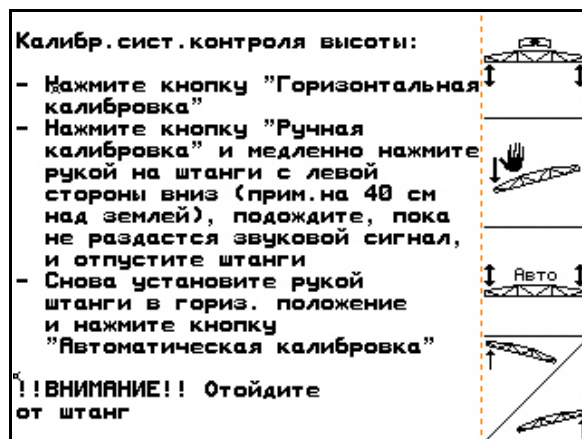

Рис. 18
1. Нажатием  (Рис. 18) запустите автоматическую калибровку.